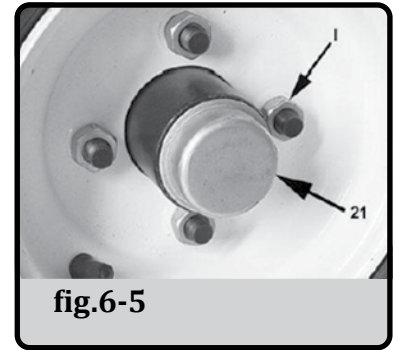

fig.6-5
11. Installez le capuchon de moyeu (fig.6-5, 21) fermement sur le moyeu avec un maillet en caoutchouc.